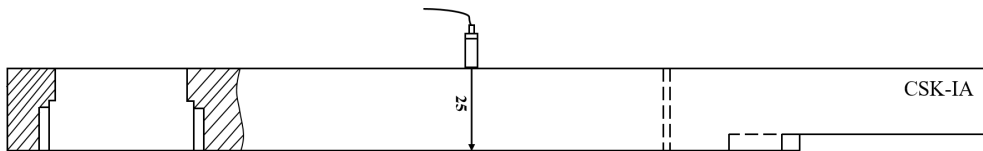

图 4.6 水平线性校验的探测区域
- 1) 将直探头移动至 CSK-IA 表面上，对准 25mm 厚的大平底面，如图 4.6 所示，调整探头位置使屏幕上显示出 6 次回波，并保持不动直至本项校验完成；